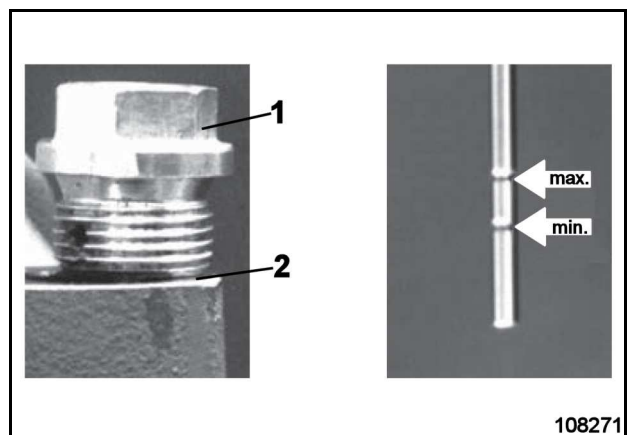

Fig. 3-113:
- a través del cierre rápido (4) para el engranaje de bombas izquierdo
- a través del cierre rápido (5) para el engranaje de bombas derecho
- Vierta el aceite hasta que se alcance la marca "máx." en la varilla de medición (1, Fig. 3-113:).